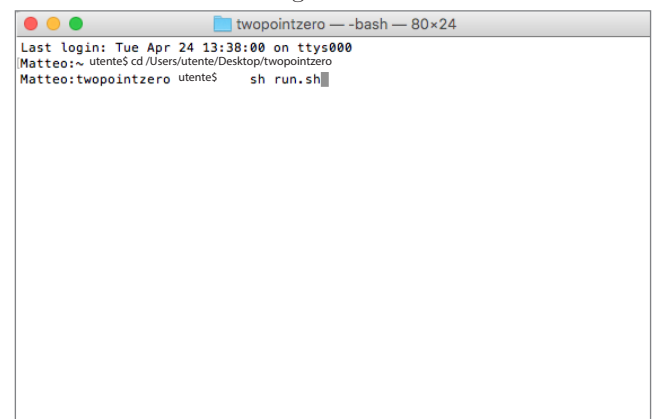

Figure 2-11
- taper **sh run.sh** et appuyer sur entrée (Figure 2-11)